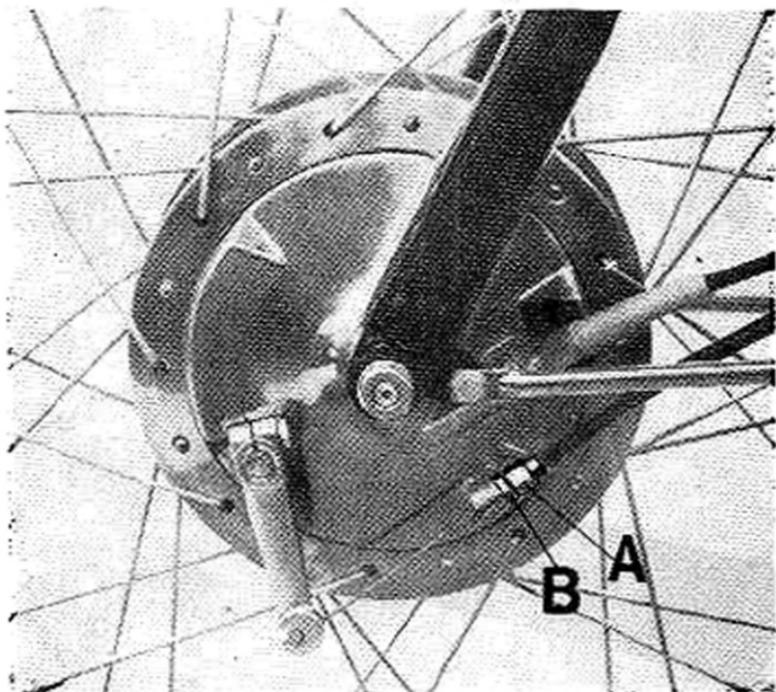

Fig. 21
La regolazione puo essere effettuata anche agendo sulla vite tendifilo (A) dopo aver svitato il dado (B) di fig. 21, questi particolari sono montati sul disco portaceppi.